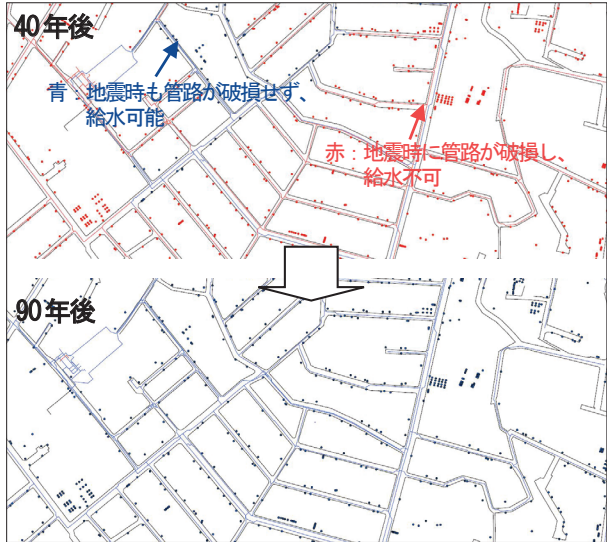

図5 耐震化路線追跡機能の結果
④ 経年による状況変化の確認
管路属性データに耐震化更新の計画年度を入力することで、任意に選択した年度の老朽化状況や耐震化状況を確認することができます。管路の更新状況の変化を確認できるため、今後の耐震化更新計画の進捗状況を視覚的に把握することができます。また、機能①と併せると、地震時に指定した配水場から給水可能な管路及び給水メータについて、耐震化更新事業の進捗によりその範囲が拡大していく様子がひと目で分かります（図5）。